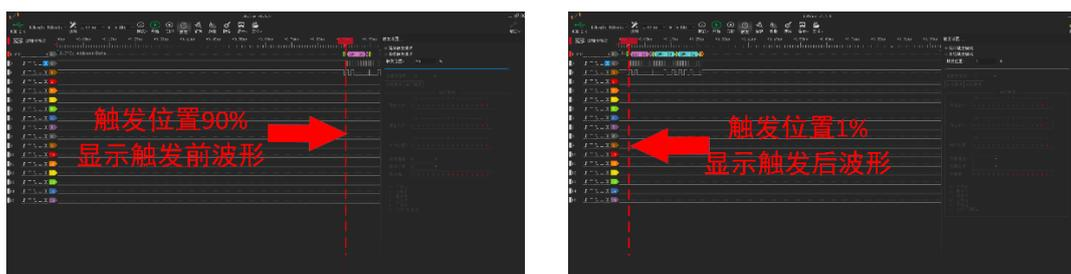

图 5-3
**触发定位：**如果我们想观察一段完整的波形，可以将触发位置尽量调到最前（1%）或最后（90%）。这样就能观察到触发前和触发后的波形，如图 5-3 所示。